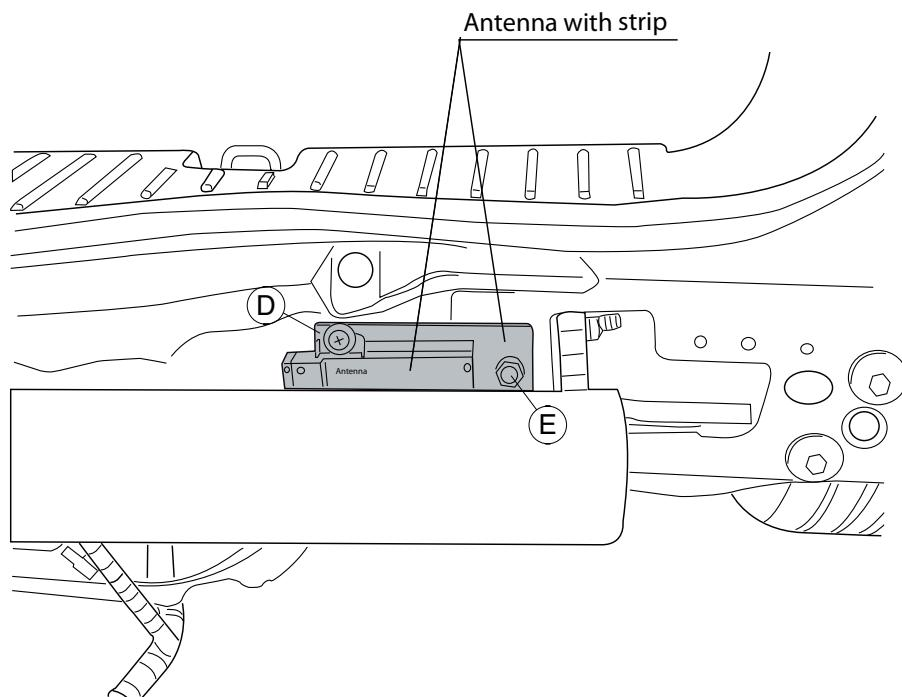

Fig.5
5. Release the exhaust from the rear wall of the vehicle. See figure 5.
3. Move the antenna if present. See figure 5.
3. Falls eine Antenne vorhanden ist, diese verlegen. Siehe Abbildung 5.
4. Den Strip D auf der Rückseite des Fahrzeugs anbringen und bei Punkt E befestigen. Siehe Abbildung 5.